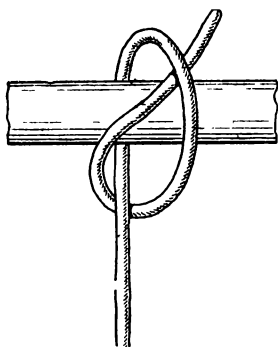

Рис. 44. Самозатягивающийся узел
**Самозатягивающийся узел** (рис. 44). Из всех примитивных узлов этот, пожалуй, самый оригинальный, что называется «проще не придумаешь». К коренной части троса этого узла можно приложить тягу, соразмерную прочности троса, и он будет надежно держать. Чем больше тяга, тем сильнее шлагом прижимается свободный ходовой конец, узел сам себя затягивает. Это, по существу, простейшая форма удавки (см. рис. 65).